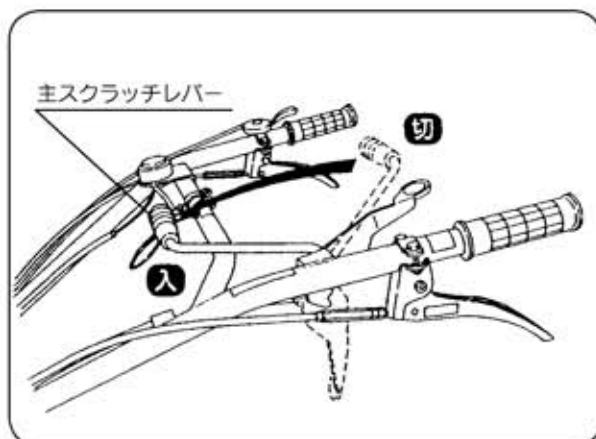

図13
③主クラッチレバーをゆっくり前方に押してください。(図13)